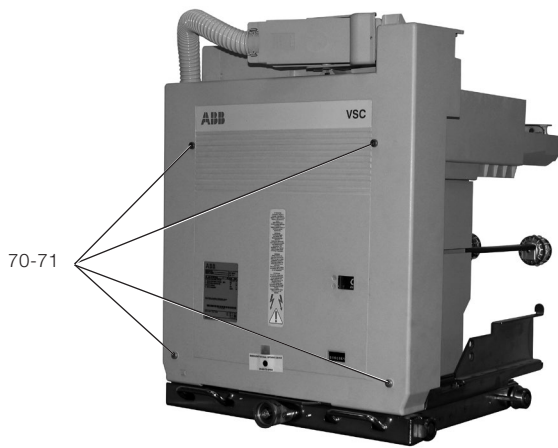
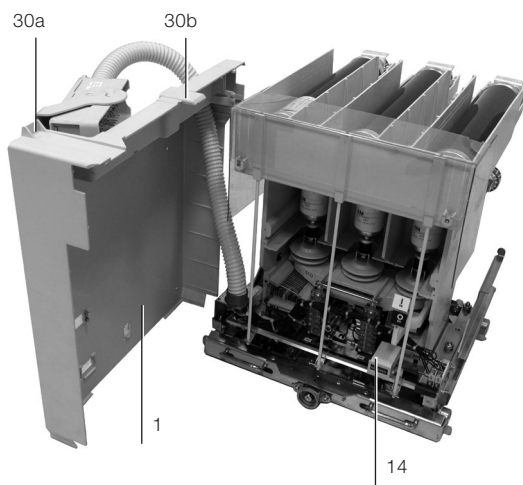
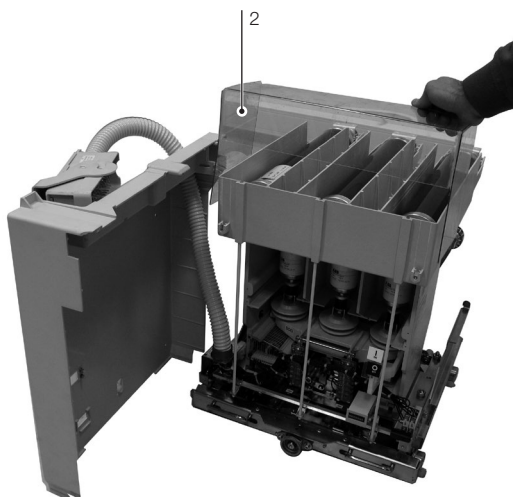
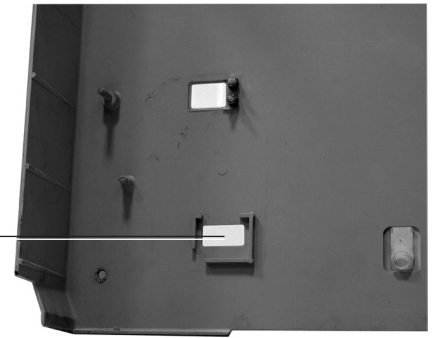

Fig. 18a
Fig. 18b
Fig. 18c
Fig. 18d
Le contacteur étant extrait du tableau, dévisser les quatre vis de fixation de l'écran et les rondelles DIN (fig. 18a) et le positionner comme illustré par la fig. 18b. Pour les contacteurs de 12 kV enlever la protection (2) et (fig. 18c) remplacer les fusibles en respectant les instructions indiquées au par. 7.8.
Remettre la protection (1) (fig 18b) à sa place en répétant dans le sens inverse les opérations indiquées au par. 7.7.2. Remonter l'écran. Vérifier que le compteur d'impulsion (14) (fig. 18c) s'insère dans son logement (69) (fig. 18d) et fixer l'écran avec les vis (70) et les rondelles DIN (71) (fig. 18a).